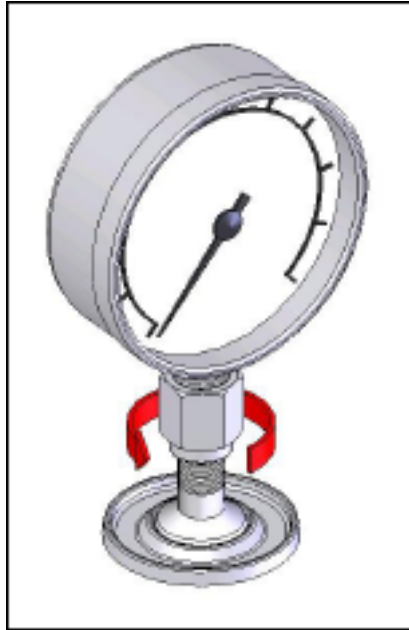

Figure 10. Connexion de l'ensemble sur l'entrée Test
2. Vissez l'ensemble dans le sens ANTI-HORAIRE sur l'entrée Test, voir la figure 10.